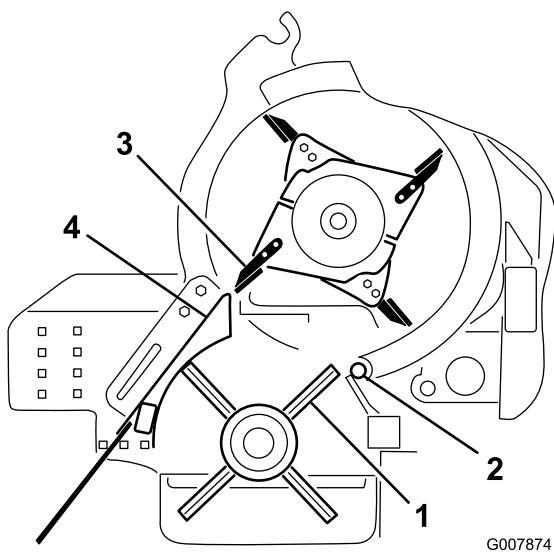

Figura 61
4. Rode a polia da escova até que a coluna da escova esteja alinhada com o canto rotativo (Figura 61).